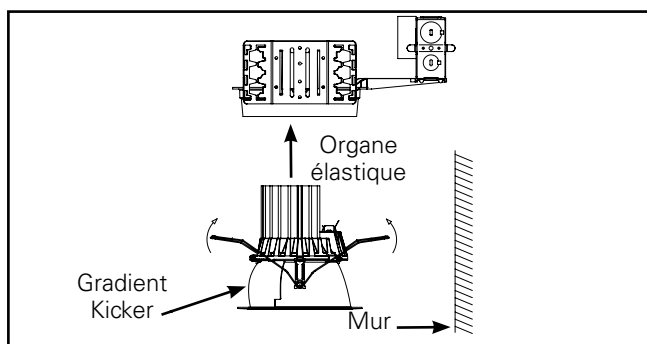

Figure 11
2. Pour l'option de lavage mural, installez la garniture avec le gradient kicker à l'opposé du mur à éclairer. (Figure 11).